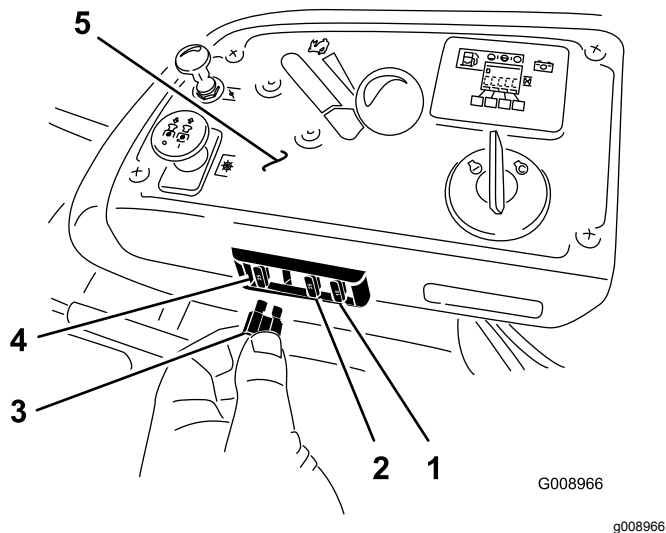

Figura 69
Os fusíveis encontram-se na consola do lado direito do banco (Figura 69).
2. Instale um novo fusível (Figura 69).